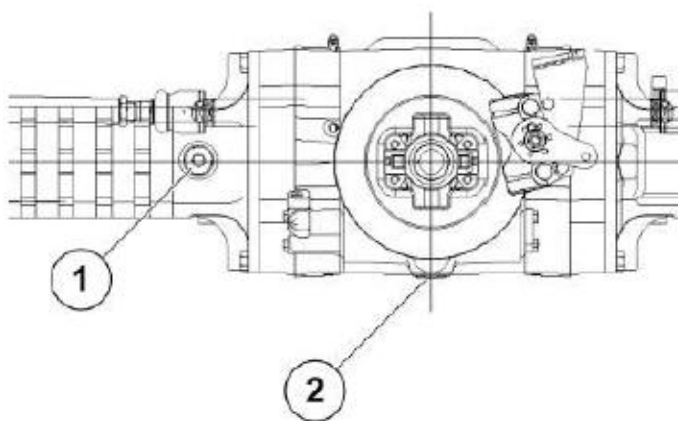

Рисунок 5.37 Сливное отверстие заднего моста
- ▶ Снимите контрольную пробку 1 и сливную пробку 2 см. рис. 5.37.